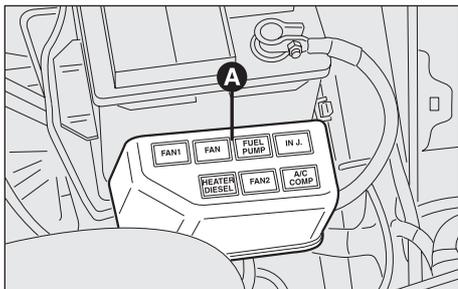

fig. 8
- rimuovere la copertura (**A-fig. 8**);